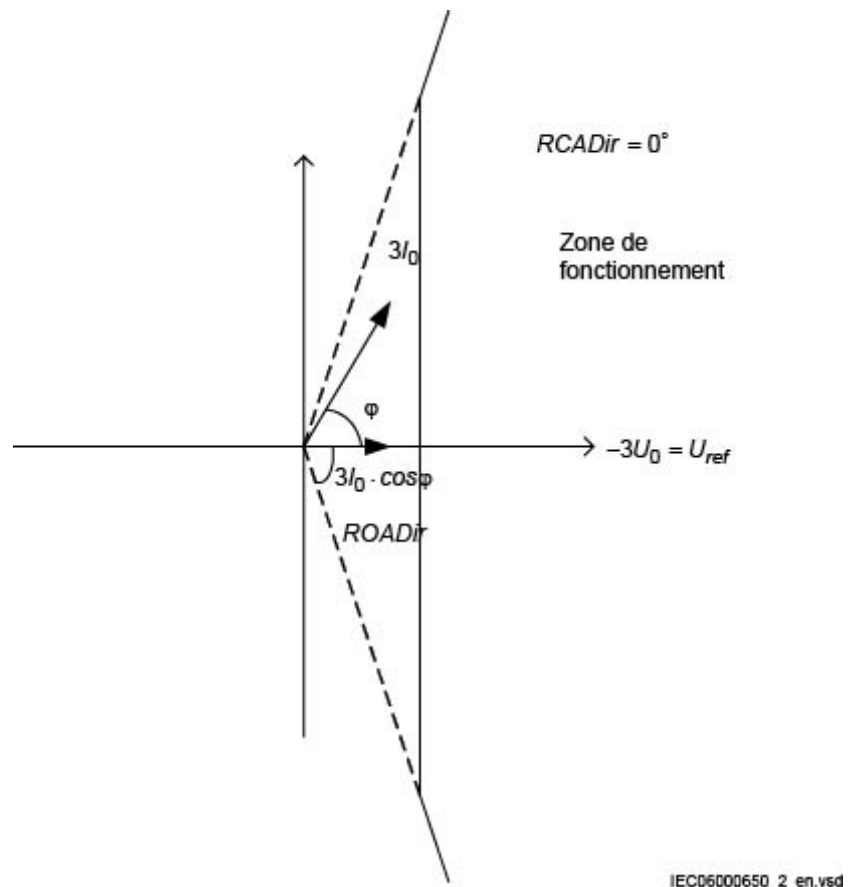
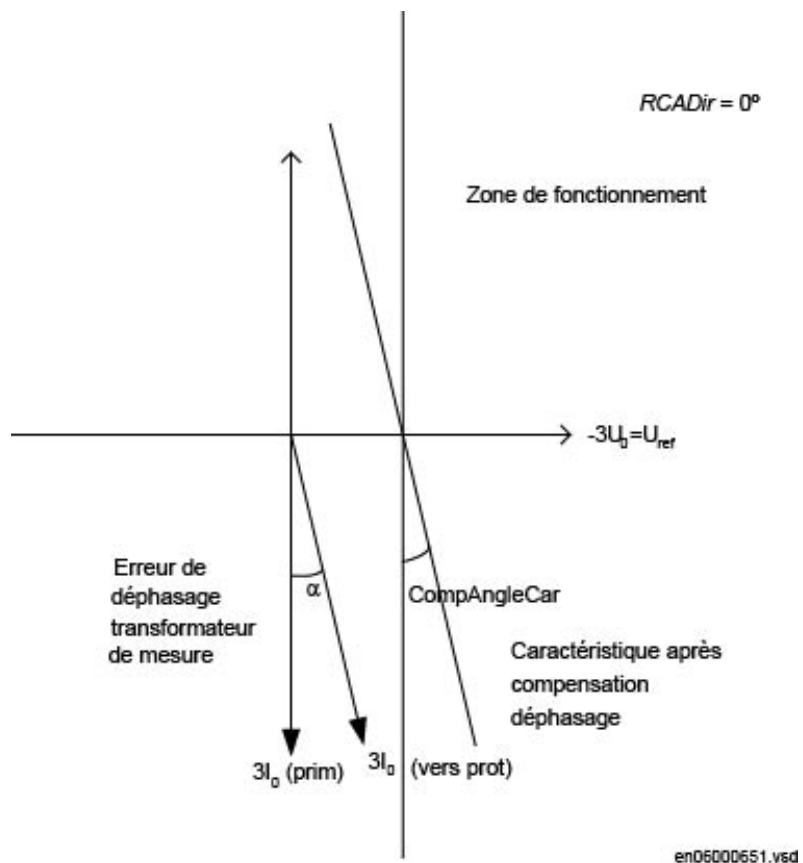

Figure 69: Caractéristique avec restriction ROADir
Figure 70: Explication de RCAcomp
Prendre la caractéristique assignée en compte, voir figure 69 et figure 70.
4. Comparer le résultat avec la valeur affichée. Tenir compte du type de caractéristique défini, voir figures 69 et 70.